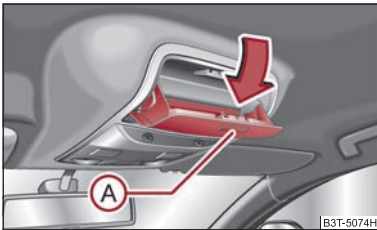

Fig. 108 Imagine din plafon: Compartimentul pentru ochelari
- Apăsați tasta (A) ⇒ fig. 108, compartimentul se rabatează în jos.